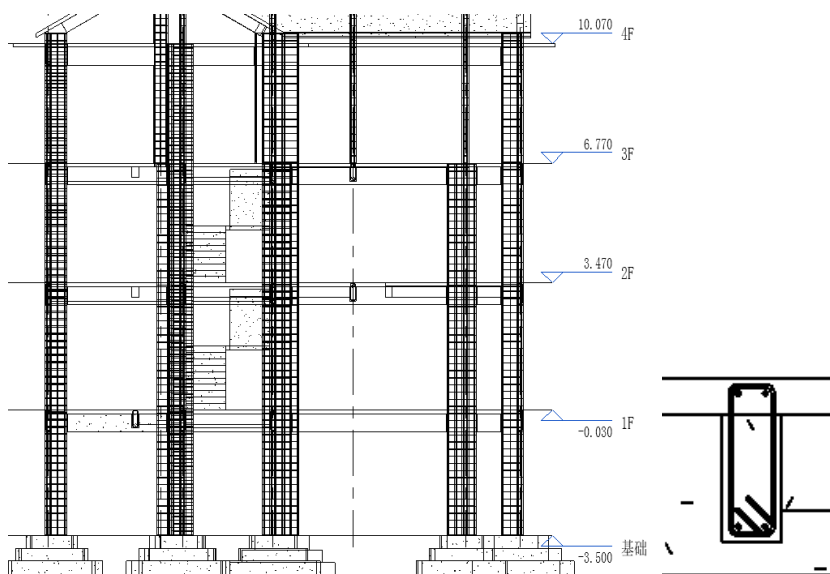

图 13-95 放置 01 形状钢筋
(8) 在“属性”选项板中选择“钢筋 18HPB300”类型, 在“造型”栏下拉列表中选择“01”或在“钢筋形状浏览器”中选择“钢筋形状: 01”。
(9) 在放置箍筋的梁截面上放置 01 形状钢筋, 如图 13-95 所示。
(10) 在“属性”选项板的“视图可见性状态”栏中单击“编辑”按钮, 打开“钢筋图元视图可见性状态”对话框, 在“三维视图”栏中勾选“清晰的视图”和“作为实体查看”复选框, 单击“确定”按钮。